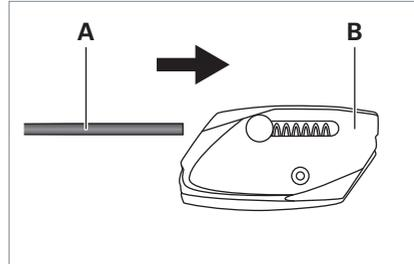

Fig. 2: Staaldraadhouder aan staaldraad bevestigen.
- ▶ Steek de staaldraad **A** door het eerste oog van de staaldraadhouder **B**, zie Fig. 2.